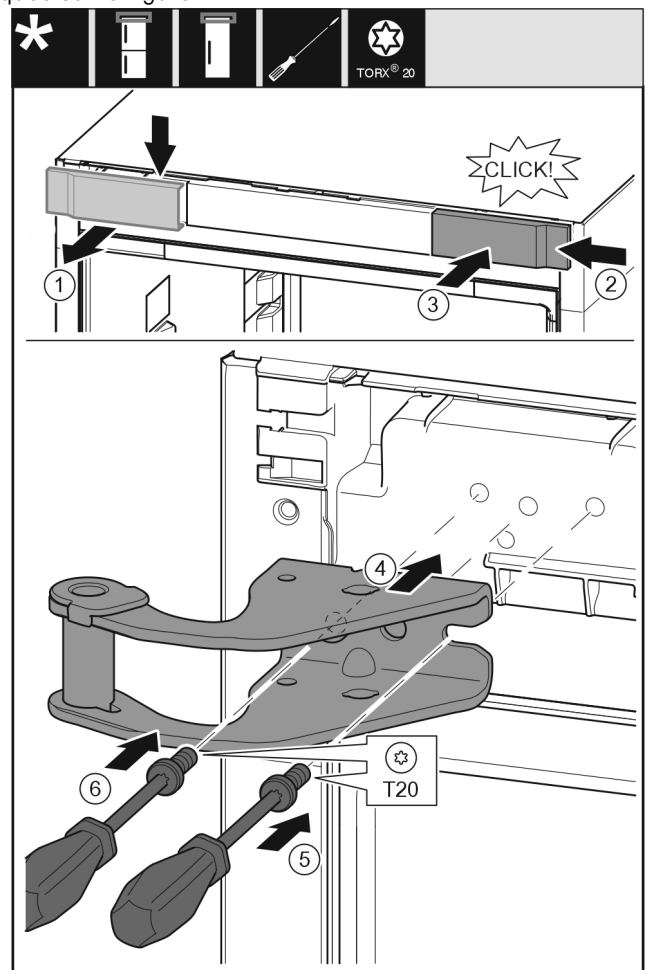

Fig. 31
- Retirer le cache du haut vers l'avant. Fig. 31 (1)
- Accrocher le cache tourné de 180° de l'autre côté à droite. Fig. 31 (2)
- Encliquer le cache. Fig. 31 (3)
- Mettre en place le support de palier supérieur. Fig. 31 (4)
- Mettre en place la vis avec un tournevis T20 et la serrer. Fig. 31 (5)
- Mettre en place la vis avec un tournevis T20 et la serrer. Fig. 31 (6)